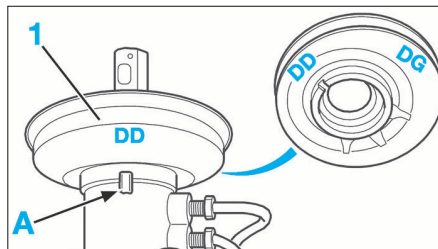

FIG. 15
- contrôler le bon positionnement du joint (1) sur le bossage (A) par rapport au côté de conduite du véhicule (DD : Direction à droite - DG : Direction à gauche) (Fig.15).